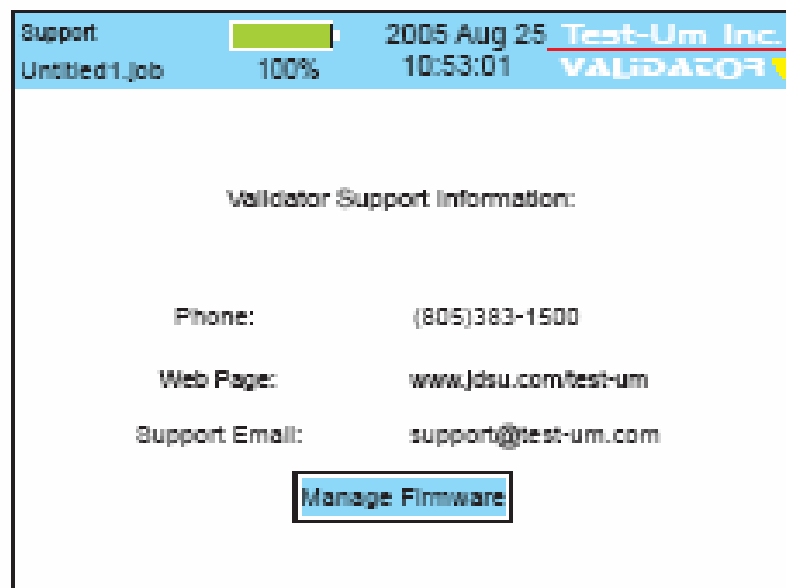

Figure 27 : Ecran indiquant les coordonnées du service d'assistance de JDSU
4. Dans l'écran **Start**, sélectionnez le bouton **Properties** puis **Support Info** (figure 27).